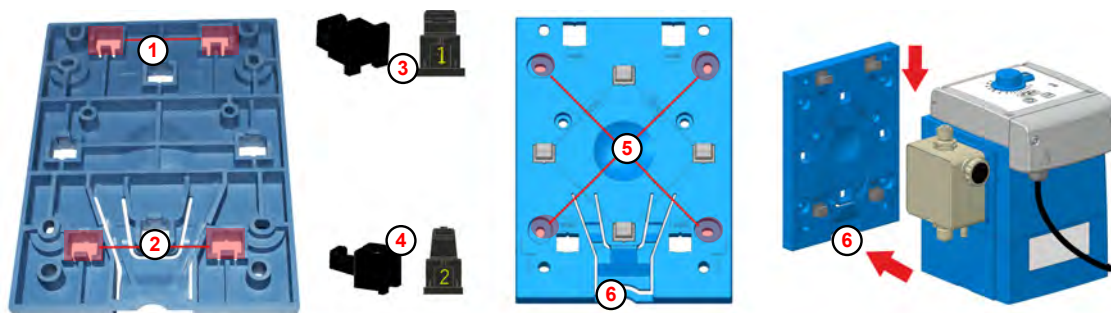

Fig. 5: Preparaciones para el montaje en pared
En la parte inferior de la placa de montaje, las aberturas para el montaje en Montaje en pared (Fig. 5, ① o ②) están marcadas con el número 2.